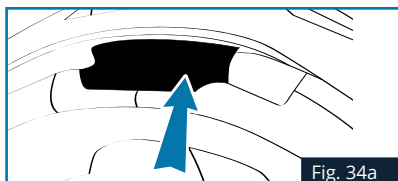

Fig. 34a
2. Insérer la batterie dans l'espace prévu à l'arrière du casque, conformément au Fig.34a/b/c.